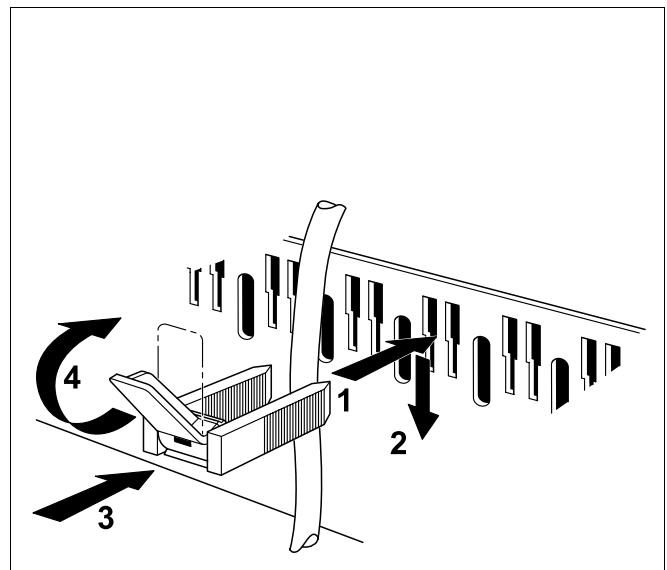

Fig. 66 Asigurați conductele cu bride de cablu
- Asigurați toate conductele cu bride de cablu (fig. 66):
- Se introduce brida de cablu cu conducta deja trasată din partea de sus în deschiderile de la cadrul de bride (fig. 66); indicatorul trebuie să fie orientat în sus (fig. 66, Pasul 1).
- Brida de cablu se fixează trăgîndu-se în jos (fig. 66, Pasul 2).
- Se apasă (fig. 66, Pasul 3).
- Indicatorul se poziționează în sus (fig. 66, Pasul 4).